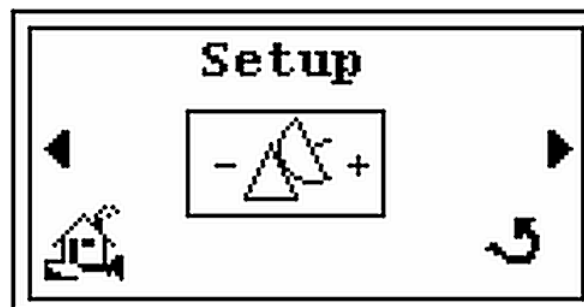

図 2-35 Setup 画面
3. ▶ を押すと *Setup* 画面が表示されます (図 2-35)。